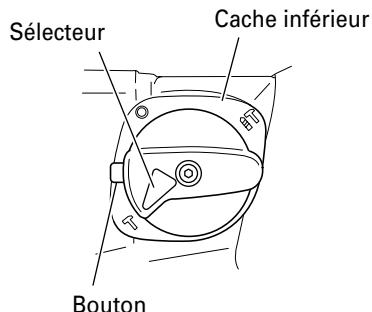

Fig. 6
(1) Commutation sur "percussion"
- Aligner ▲ du levier de sélection sur  du support de levier comme indiqué sur la Fig. 6.